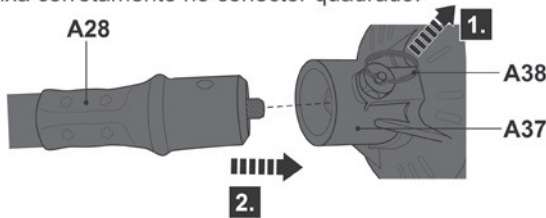

Fig. 7
- > Levante o pino de retenção (A38) (Fig. 7, passo 1). Mantenha-o para cima.
- > Insira o lado plano do tubo flexível (A28) completamente até à porta de ligação (A37) com o orifício voltado para cima (Fig. 7, passo 2). Certifique-se de que a haste interna encaixa corretamente no conector quadrado.